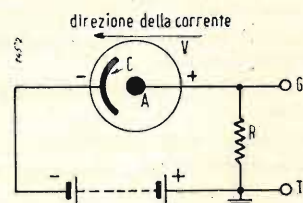

Fig. 1. - Cellula fotoelettrica.
Questo flusso durerà finché le due cariche saranno equilibrate. Se connettiamo la superficie emittente (C - fig. 1) al negativo di una sorgente di corrente continua (B) e l'anodo (A) al positivo, avremo un passaggio continuo di elettroni tra la superficie emittente e l'anodo. L'intensità di questa corrente dipenderà dalla differenza di potenziale applicata e dalla intensità della luce che colpisce la superficie emittente. La massa di elettroni che precipita sull'anodo, cerca di neutralizzare la carica positiva di questo generando un afflusso corrispondente di energia dalla batteria (B).